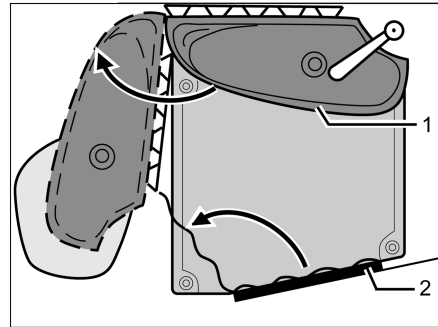

Fig. 378 Toilettes Vario
- Tourner le lavabo avec la paroi arrière (Fig. 378,1) dans le sens de la flèche.
- Pénétrer le cabinet de toilette et fermer et verrouiller la porte des toilettes (Fig. 378,2) de l'intérieur.